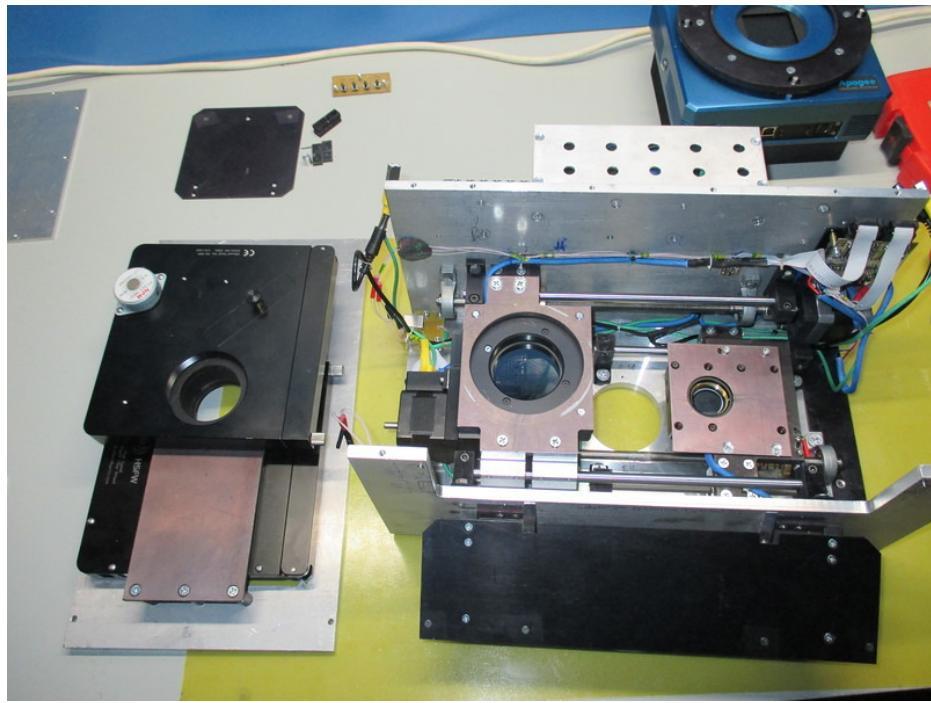

Рис. 14: Отделена панель с креплением турелей.
3. Отсоединить проводники USB и питания турелей, снять верхнюю плиту ММРР, на которой размещен узел крепления турелей (см. рис. 14).